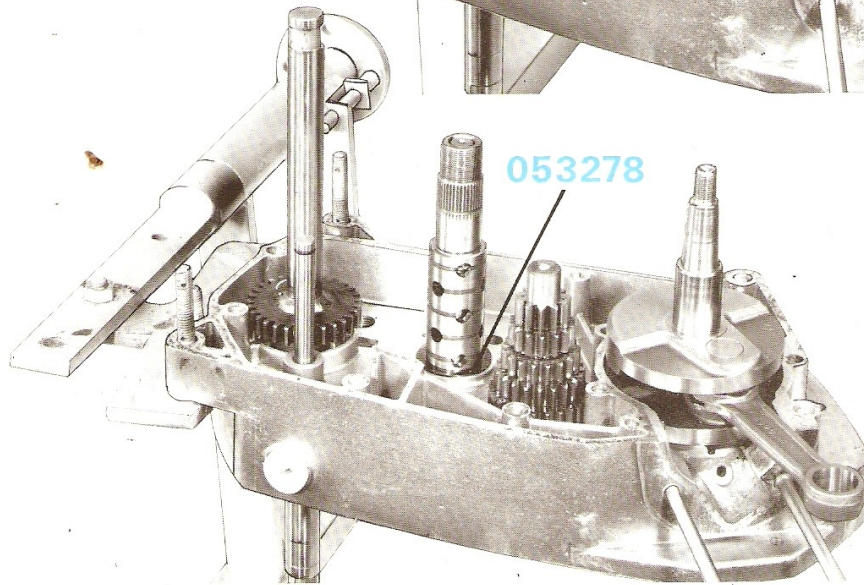

Figure 35
- Arbre secondaire équipé de la tige de commande des vitesses (à l'intérieur), de la rondelle et de la douille à aiguilles (figures 35 et 36).